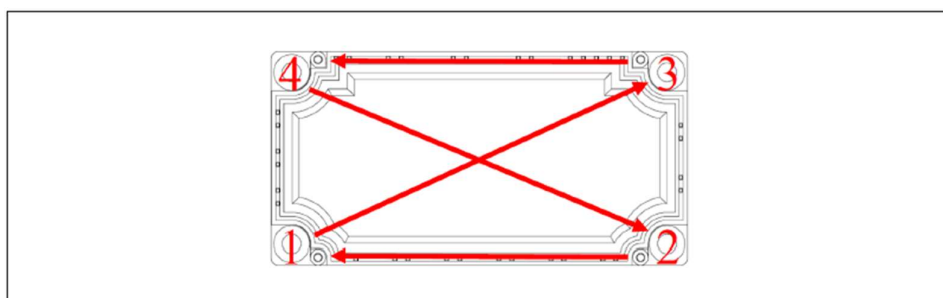

図5：ヒートシンクの固定順序。
1. ヒートシンクへのモジュール取付は、以下の順序で行うことを推奨します[図5]に示すように、1→3→4→2の順番でモジュールをヒートシンクに取り付けることを推奨します。